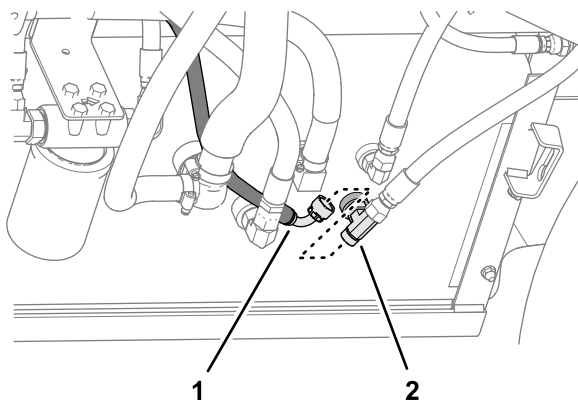

Figure 133
- Branchez le raccord à 90° du flexible de retour du réservoir de 6 x 2819 mm (¼ x 111 po) sur le raccord en T et serrez le raccord du flexible (Figure 133).